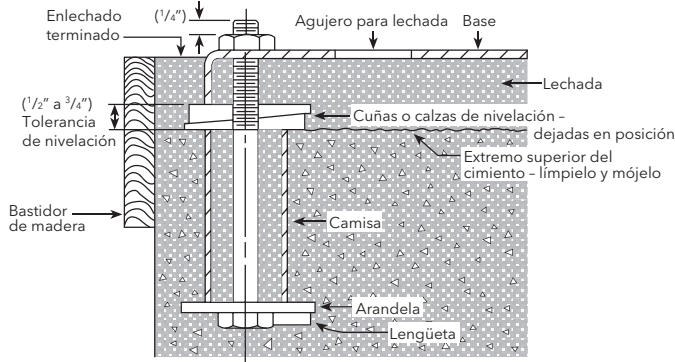

Figura 1
- Se recomienda enlechar la placa de base a un cimiento con zapata sólida, de acuerdo con la Figura 1.
- Tal como se ilustra en la Figura 1, coloque la placa de base sobre cuñas, situando dos cuñas en la ubicación de cada perno de cimentación. Se recomienda un espacio libre de $\frac{3}{4}$ pulg. a 1 $\frac{1}{2}$ pulg. (19 mm a 64 mm) entre la placa de base y el cimiento para enlechar. Ajuste las cuñas como sea necesario para nivelar la placa de base.